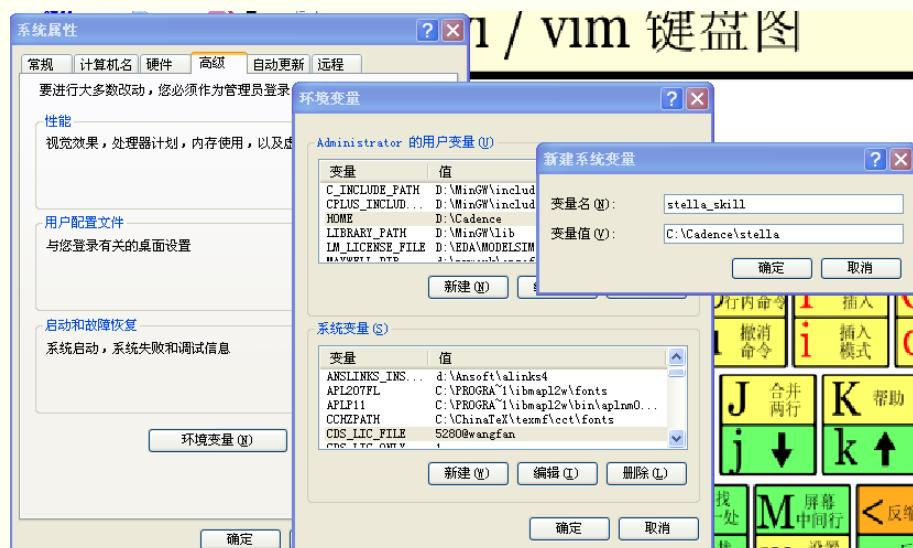

图 3-1 设置 SKILL 环境变量
1. 将压缩包“stella”解压至任一地址，添加环境变量 stella_skill 值为解压的地址。如图 3-1 所示